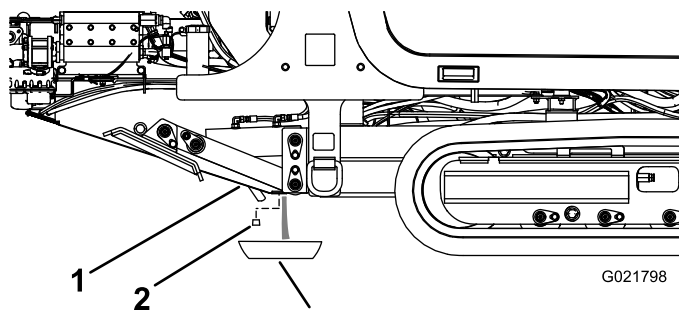

Bild 90
3. Lösen Sie die Ablassschraube, bis Wasser und Ablagerungen ablaufen (Bild 90).